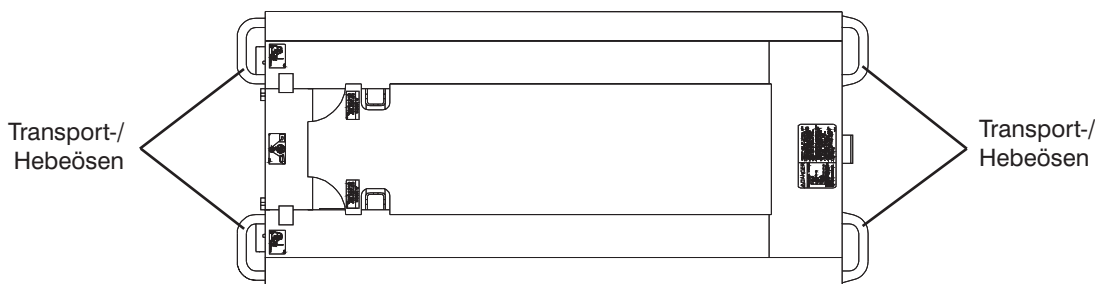

Abbildung 3-26. Transport-/Hebeösen
- Die Hebevorrichtung muss an allen vier Hebepunkten, wie in Abbildung 3-26 gezeigt, befestigt sein.
Für den Transport muss die MEWP sicher auf dem Lastwagen oder Anhänger befestigt werden. Verankerungen sind, wie in Abbildung 3-26 dargestellt, verfügbar.